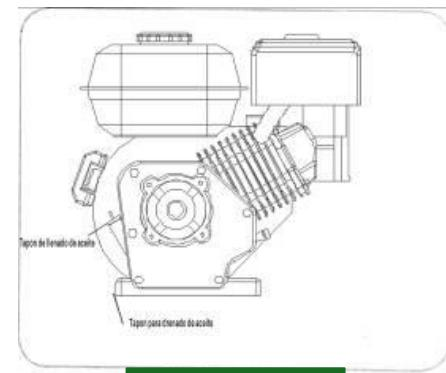

Abbildung 28
2. Schrauben Sie den Öleinfülldeckel vom Öleinfüllstutzen ab und wischen Sie den Ölmessstab sauber. Siehe Abbildung 28.
1. Suchen Sie die Ölabblassschraube, siehe Abbildung 28.
3. Reinigen Sie den Bereich um die Ölabblassschraube, siehe Abbildung 28.